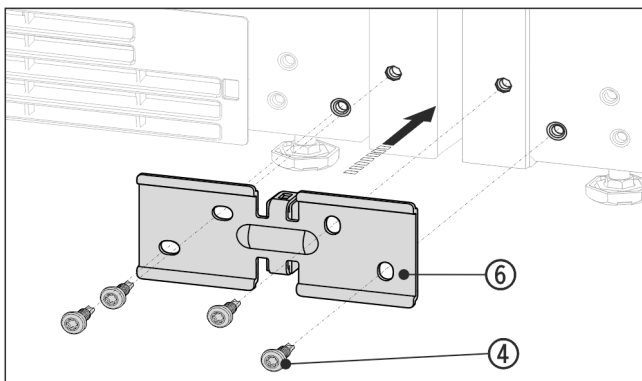

Fig. 16 例图
- 使用间隔垫片将角 Fig. 16 (6) 推入设备之间，并使用四颗螺栓 Fig. 16 (4) 旋松。